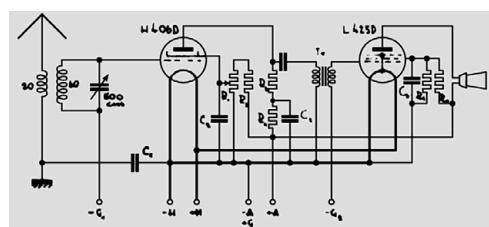

Abb. 1. Diese Schirmgitter-Audionschaltung mit kombinierter NF-Kopplung probierte ich als erstes.
Links Abb. 1, darunter
Am besten bringen wir unsere Vorrichtung im Freien an — auf dem Balkon, wenn möglich, oder in einer wettergeschützten Mauerecke. Wir richten eine nicht zu kleine Schalttafel her, die aus Isoliermaterial bestehen muß, und schlagen sie sorgsam an die Wand. Betrachten Sie jetzt unsere Abb. 1. An der oberen Seite befestigen wir bei a den auslaufenden Antennendraht, an der unteren bei b den der Erdleitung, und zwar erweitern wir die beiden Angriffsflächen durch ein Stück gut leitendes Metallblech. Bei c und d werden in derselben Weise die Antennen- und die Erdungsschnur A und E, die vom Empfänger kommen, angebracht.
Jetzt bleibt nicht mehr viel zu sagen. Wir befestigen die zweite Platte drehbar auf der ersten, schrauben oben drauf noch einen schmucken Knopf, damit die Sache gut aussieht, und stellen die Scheibe so ein, daß f die Verbindung zwischen a und d (Abb. 1) und e die Verbindung zwischen b und c hergestellt.
Drehen wir dann die obere Platte um 90 Grad nach rechts oder nach links — ganz gleich —, so haben wir die Antenne mit der Erde aufs schönste zusammengeführt, während unser Radioapparat jeden Kontaktes mit der Außenwelt bar ist. Daß die beiden Punkte c und d (Abb. 1) dabei verbunden werden, schadet so wenig wie es nützt. Unser Zweck ist erreicht: Die Antenne hat ihre Ableitung zur Erde, ohne daß sie eine besondere Wurst gebraten bekommt, und der Apparat hat seine Ruhe, die ihm ein feindseliger Blitz nur mit scheuem Blick durchs Fenster neiden kann.
**Hochfrequenz-Schirmgitterröhre als Audion** veröffentlicht. Ich nahm sofort die Versuche mit dieser Schaltung auf. Da ich die Schaltung in einem Ultradyne als Niederfrequenzteil benützen wollte, ließ ich die Rückkopplung weg, mit dem Ergebnis, daß die Lautstärke weit hinter der bei normaler Audionschaltung einer Widerstandsverstärker-Röhre zurückblieb. Ich verließ nunmehr die reine Widerstandsankopplung und benützte die zurzeit in Amerika bei Eingitterröhren gebräuchliche Schaltung, gemäß Abb. 1. Der Erfolg war verblüffend, ich erhielt eine außerordentlich große Lautstärke. Zum Vergleich diente eine Loewe 3-NF-Röhre. Die Schirmgitterspannung muß sehr genau angepaßt werden, um ein Maximum zu erhalten. Wie aus dem Schaltbild zu ersehen ist, wurde dies durch einen hochohmigen Potentiometer (Dralowid-Potentiometer PD 7) erreicht ( $R_1$ ). Um dem Schirmgitter keine zu hohe Spannung verhältnisch zuzuführen, ist dem Potentiometer ein Widerstand  $R_2$  (Dralowid Polywatt 0,1 Megohm) vorgeschaltet. Um die Schaltung immer rasch umändern zu können und um eine bequeme Austauschbarkeit der Hochohmwiderrände zu erhalten, wurden Dralowid-Kombinatoren verwendet und zwar für das Audion ein Kombinator Type 5 und für die Endröhre Type 6. Die Bezeichnungen der Anschlüsse sind in den Isolierstoffdeckeln der Kombinatoren eingestanzt und auf unseren Schaltbildern mit der gleichen Nummer versehen. Die Kombinatoren sind mit einem fünfstiftigen Röhrensockel ausgerüstet, so daß auch jederzeit wechselstromgeheizte Röhren und in der Endstufe Pentoden mit 5 Stiften verwendet werden können.